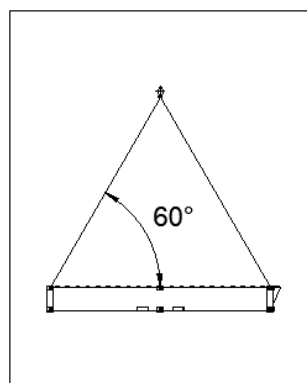

Figura 1
2. L'angolo tra la fune di sollevamento e il piano orizzontale deve essere di almeno 60°. Con una vasca di raccolta per acque scure da 20' / 10' / 8', la lunghezza minima richiesta della fune è di 6 m / 3 m / 2,4 m; vedere figura 1.